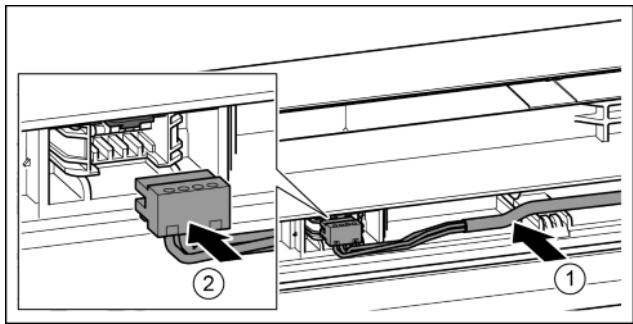

Fig. 38
- Šedý kabel vložte do vedení v horních dvírkách. Fig. 38 (1)
- Zaklapněte zástrčku. Fig. 38 (2)